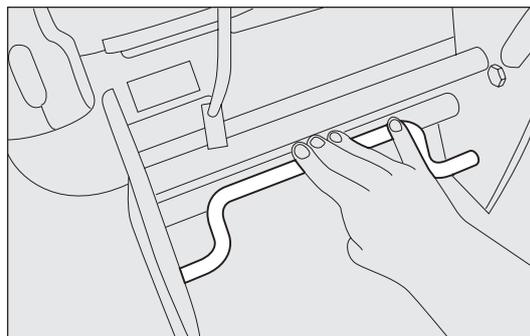

fig. 26d
- empuje la palanca como se indica en la fig. 26d;
- empuje la palanca como se indica en la fig. 26d y tire de ella para asegurarse de que el asiento esté correctamente fijado;